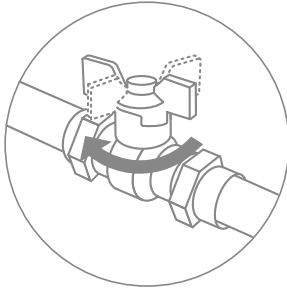

Рис. 13
- перед началом работ перекройте подачу холодной воды к месту подключения и сбросьте давление, открыв смеситель (рис. 13);